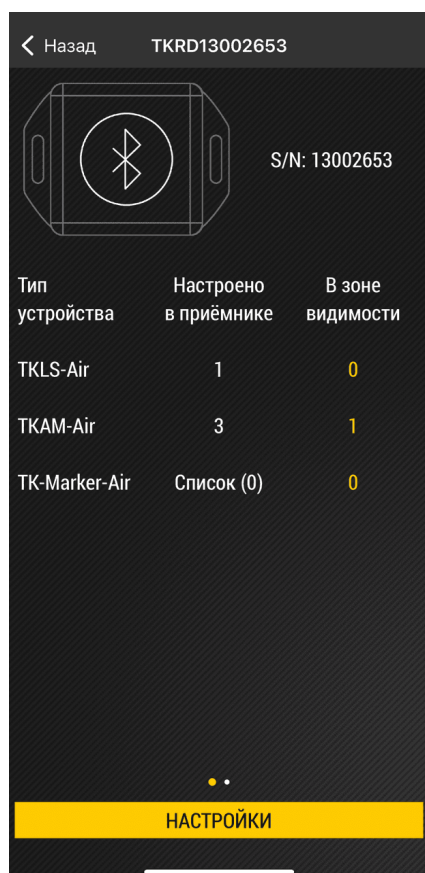
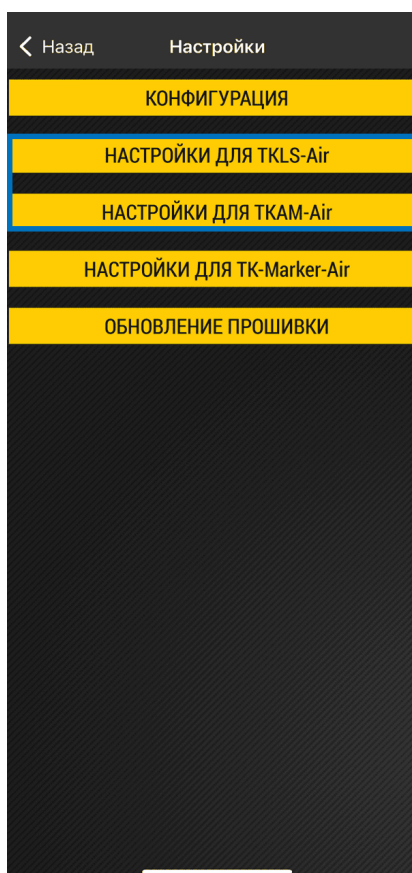
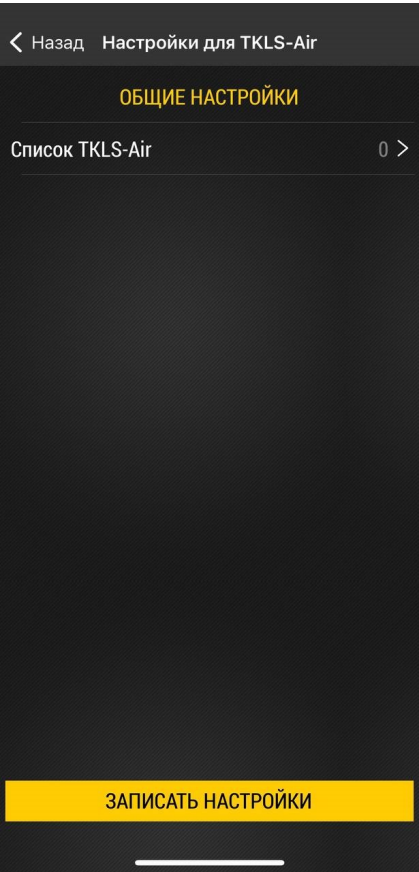
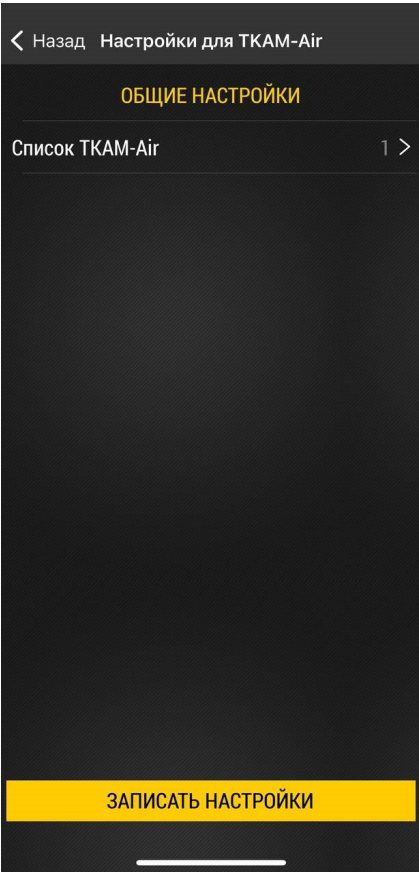

Рис.11. Рабочий экран
Рис.12. Выбор настроек для устройств
Рис.13. Настройки для TKLS-Air
Рис.14. Настройки для TKAM-Air
1. На рабочем экране устройства нажмите **«Настройки»** (Рис.11), далее **«Настройки для TKLS-Air»** или **«Настройки для TKAM-Air»** (Рис.12). Откроется экран с настройками выбранного датчика (Рис.13 и Рис.14). Настройки для датчиков TKLS-Air и TKAM-Air аналогичны, поэтому далее будет описан процесс настройки только для устройств TKLS-Air.